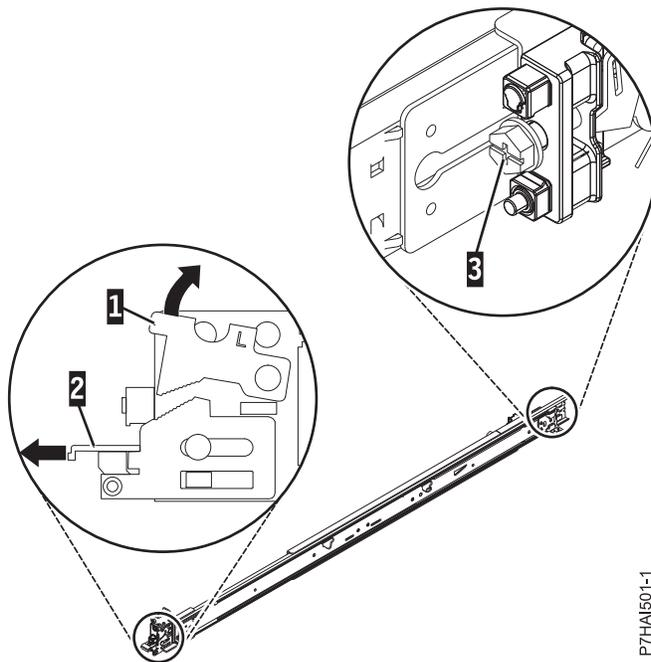

図 3. 前面ラッチのオープン
3. ラックの前面に移動します。レールの前部にあるロッキング・タブ (1) を押し上げて、レール前部の前面ラッチ (2) を引き出します。詳しくは、図 3 を参照してください。